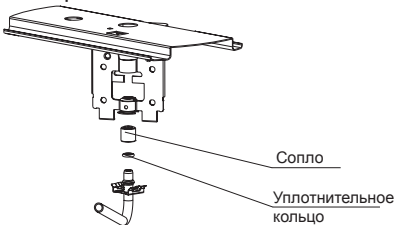

рис. 12
### 17.1. Проведение замены сопла при ремонте, а также при переводе на другой тип газа (рис.12, 13)
6. Снять установленные сопла, для этого отверткой необходимо отсоединить металлическую защелку от отбортовки гнезда держателей сопла и вывести газоподводящую трубку вместе с соплом из гнезда, затем снять сопло с трубки газа (рис. 12). Резиновые уплотнительные кольца рекомендуется оставить на трубках.